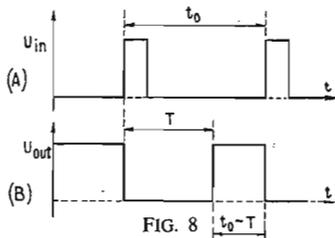

FIG. 8
La durée de son maintien dans cet état est de T secondes. Au bout de ce temps, il revient à l'état stable (voir (B) Fig. 8). Si $t > T$, on peut si nécessaire appliquer à l'entrée un nouveau signal à impulsion positive qui aura le même effet que le précédent.
La figure 8 montre en (A) le signal d'entrée à impulsion positive. Dès que la tension d'entrée monte,